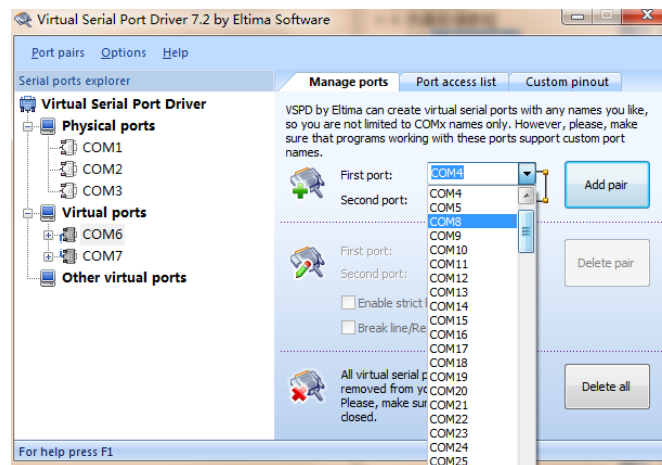

图 4-3 创建一对虚拟串口
1. 打开虚拟串口软件，选择 com6 和 com7 点击 Add pair 生成一对关联的虚拟串口，创虚拟串口如图 4-3 所示；